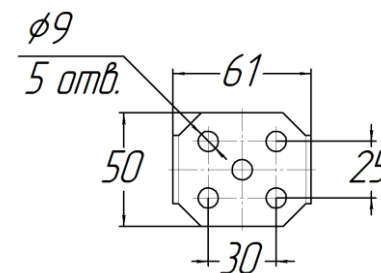
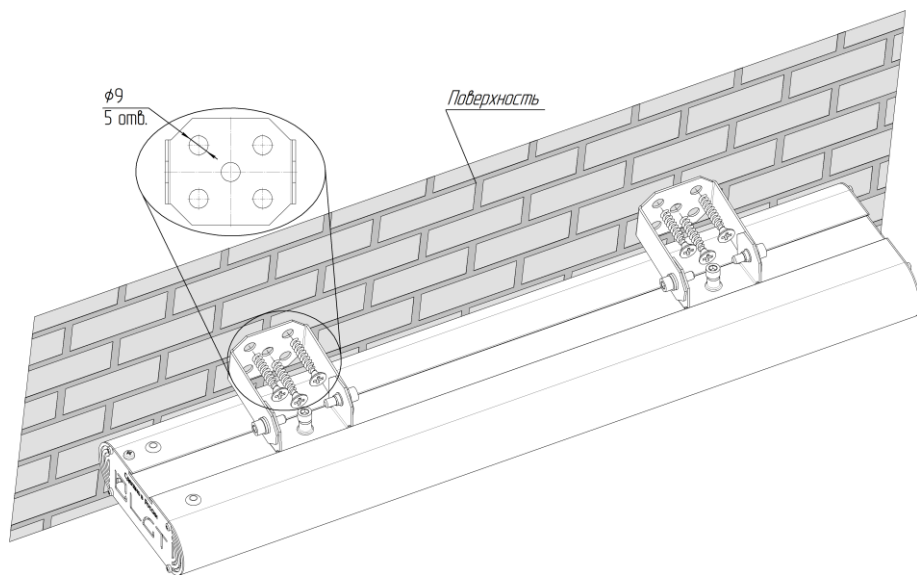

Рис. 3
Рис. 4
2) Светильник можно устанавливать, как на горизонтальную, так и на вертикальную поверхность (Рис. 4).
4) Наметить и просверлить отверстия под монтаж светильника на поверхности установки (Рис. 3). Минимальное рекомендуемое количество монтажных отверстий для крепления каждой поворотной скобы – два. Диаметр отверстий в поворотной скобе 9 мм (5 отв.). При помощи винтов прикрепить светильник к поверхности через отверстия в поворотных скобах (Рис. 4). Минимальная рекомендуемая длина метизов 50-70 мм.